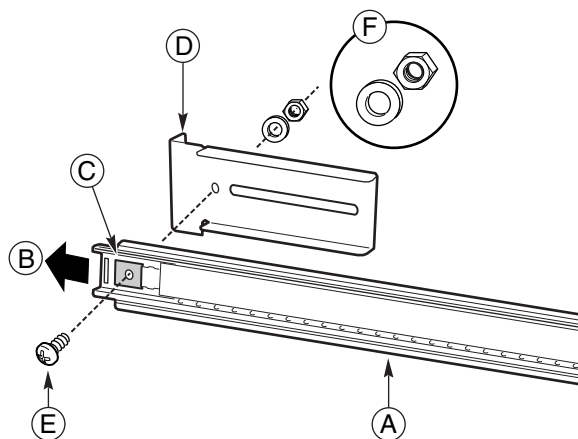

Figura 5 Allineamento corretto della vite, della rondella, del dado, della staffa e del gruppo a scorrimento (FL/RR)
2. Estrarre il componente intermedio dal componente esterno in modo che il foro sul lato anteriore del componente esterno sia visibile attraverso un foro rettangolare nel componente intermedio. L'elemento B in Figura 5 mostra la direzione verso cui è necessario estrarre il componente intermedio.
4. Mettere una vite nei fori dall'interno del componente intermedio e stringere con una rondella e un dado di blocco. L'allineamento corretto della vite, della rondella, del dado di bloccaggio, della staffa e del gruppo a scorrimento viene mostrato in Figura 5.